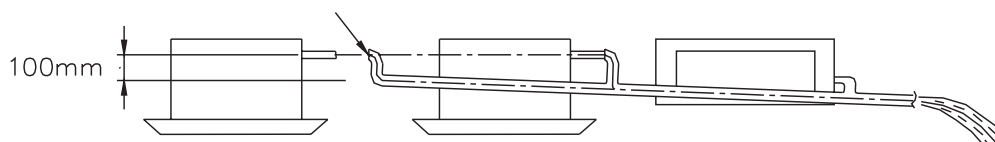

Рис. 12.1 — Проведение гидравлических испытаний
12.6 После установки дренажной трубы необходимо провести испытания с целью проверки обеспечения нормального слива конденсата (см. рис. 12.1). Утечки конденсата в местах соединения, а также перетекания через лоток или поддон не допускаются.